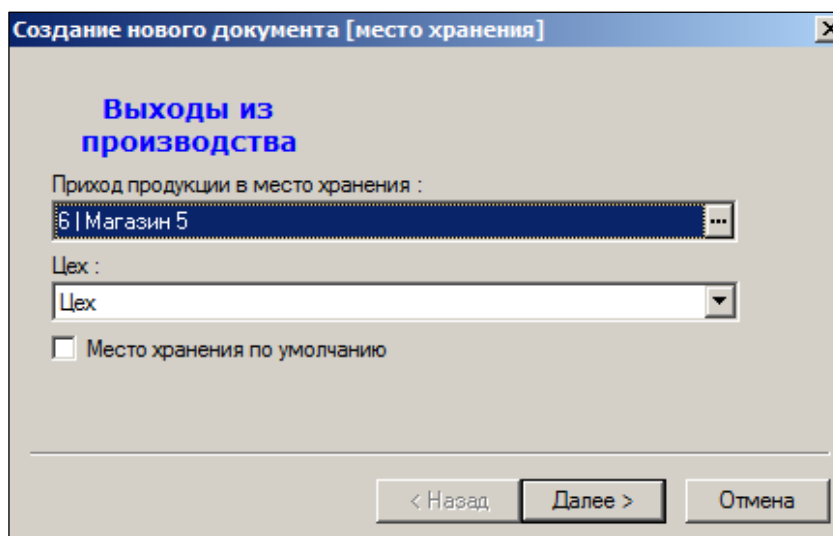

Рисунок 66 – Создание документа «Выход из производства» (1)
2. Из раскрывающихся списков выбрать название места хранения, в которое передается продукция, и название цеха, из которого передается продукция. Если в настройках выбранное место хранения определено как место хранения по умолчанию, установить флаг **Место хранения по умолчанию** (Рисунок 66):